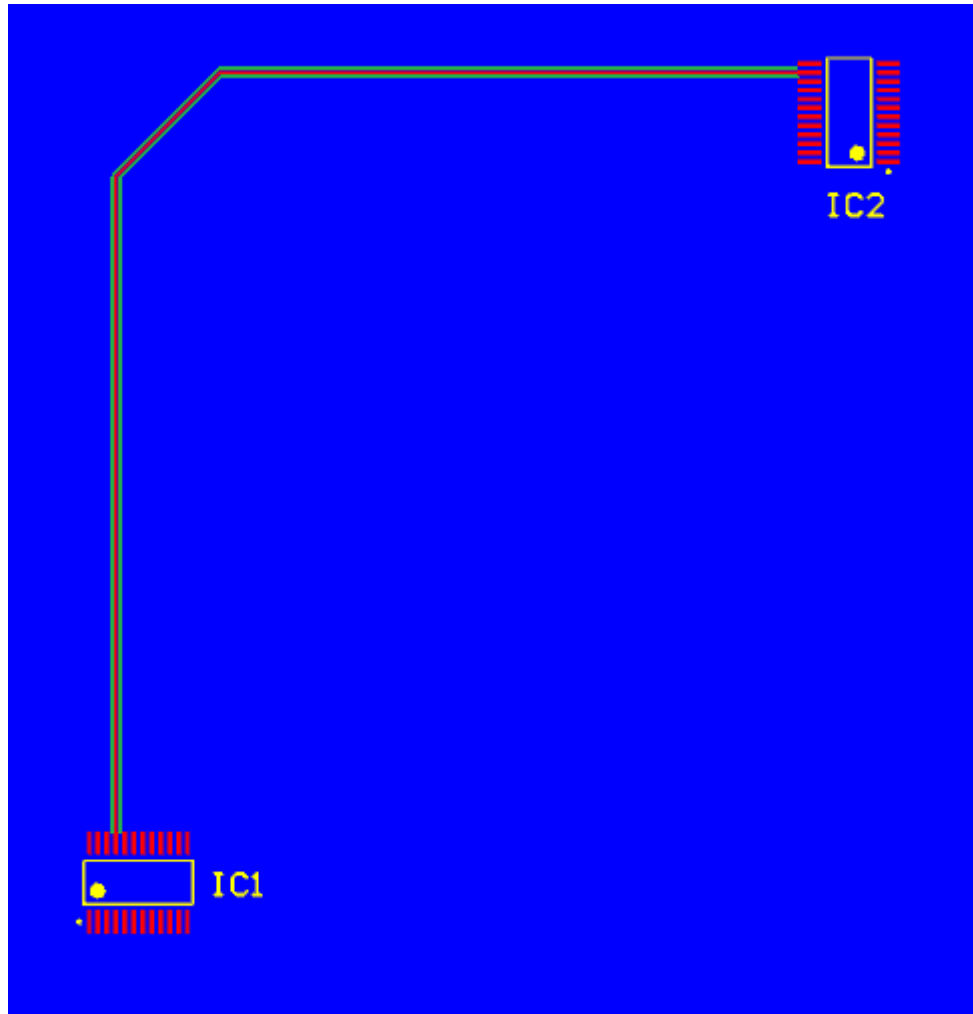

Figura 7: trilha de sinal de alta frequência em vermelho, sua corrente de retorno em verde e, em azul, se apresenta um plano de retorno.
- Para altas frequências, geralmente acima de 100 [Khz], a impedância é dominada pela indutância da linha, isto é, o *loop* que a corrente de ida faz com a corrente de retorno. Assim, quanto mais alta a frequência, a corrente de retorno vai se concentrar mais abaixo da corrente de ida, onde o *loop* e a impedância são mais baixos (figura 7).